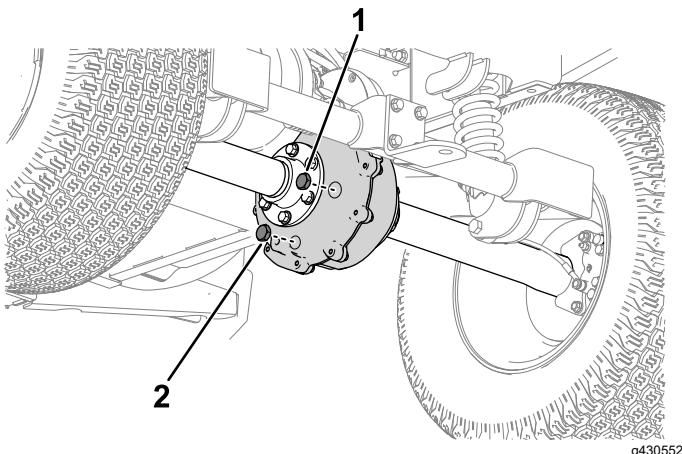

Figura 47
- Coloque un recipiente debajo del tapón de vaciado del transeje (Figura 47).
2. Retire el tapón de llenado (Figura 47).